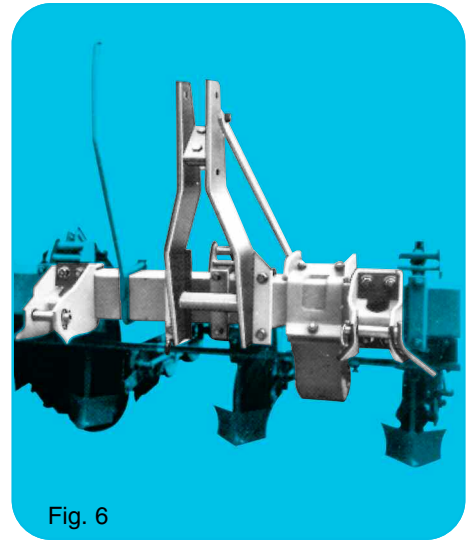

Fig. 6
- L'attelage 3 points peut se monter en déport (fig. 6) avec 1 seul tirant.
- The 3 point linkage can be offset mounted (fig. 6) with 1 tiebrace only.
- Das Dreipunktgestänge kann seitlich verschoben werden (Abb. 6), evt. nur eine Stabilisierungsstange montieren.